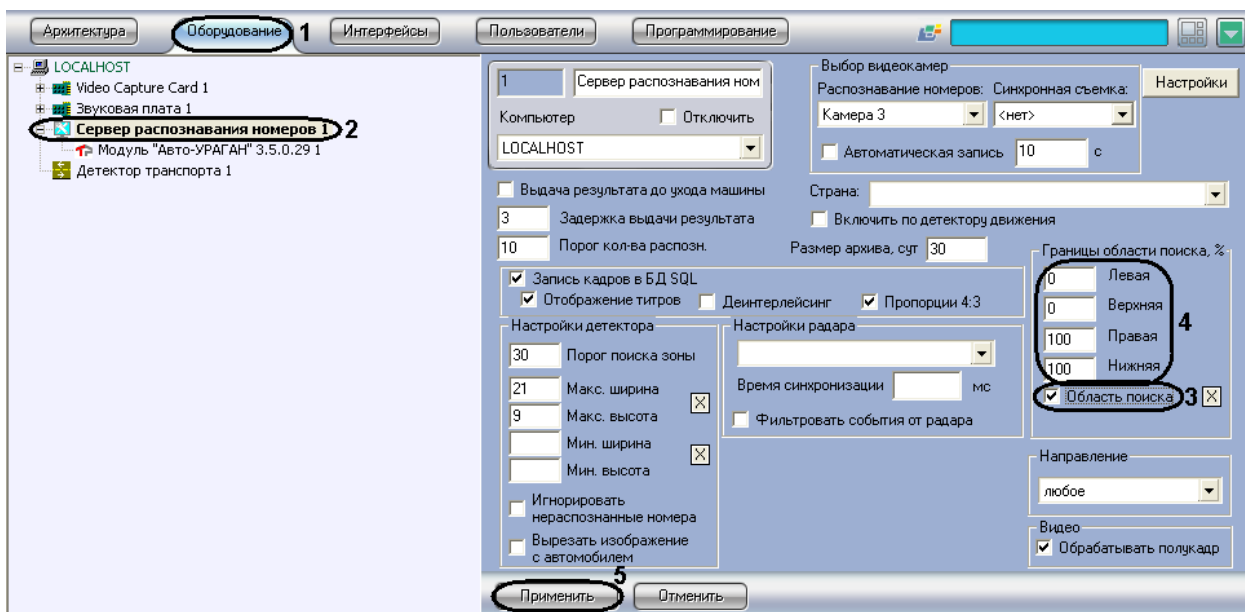

Рис. 7.2—21. Указание границ зоны поиска номерного знака
1. В диалоговом окне «Настройка системы» перейти на вкладку «Оборудование» (Рис. 7.2—21, 1).
2. В дереве объектов на вкладке «Оборудование» выбрать объект «Сервер распознавания номеров», соответствующий активированному программному модулю «Авто-УРАГАН 3.5.0.29», «CARMEN-паркинг», «CARMEN-Авто», «ACCR» или «VIT» (см. раздел «Активация программного модуля, используемого для распознавания номеров», Рис. 7.2—21, 2). В правой части вкладки «Оборудование» отобразится панель настройки выбранного объекта.
3. Установить флажок «Область поиска» для активации функции указания границы зоны поиска номерного знака транспортного средства в кадре видеоизображения (см. Рис. 7.2—21, 3).
4. В полях «Левая», «Верхняя», «Правая», «Нижняя» задать значения границ зоны поиска номерного знака транспортного средства в кадре видеоизображения (см. Рис. 7.2—21, 4). Значения в полях «Левая», «Верхняя», «Правая», «Нижняя» выражаются в процентах относительно размеров окна видеонаблюдения.